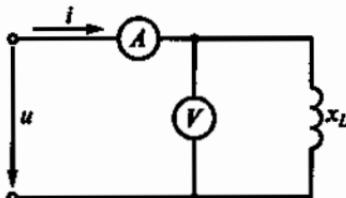

Рис. 93
3.47. Напряжение на зажимах цепи, показанной на рис. 93, $u = 100 \sin 314t$. Каковы показания амперметра и вольтметра, если $x_L = 100 \Omega$?